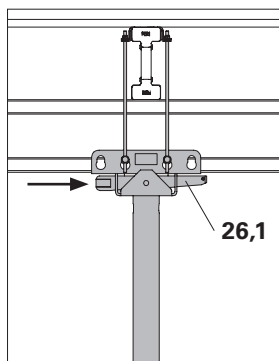

Fig. B2.10d
4. Spingere verso l'alto il puntello per solai, mettere il cuneo (26.1) e battere fino in fondo. (Fig. B2.10d)